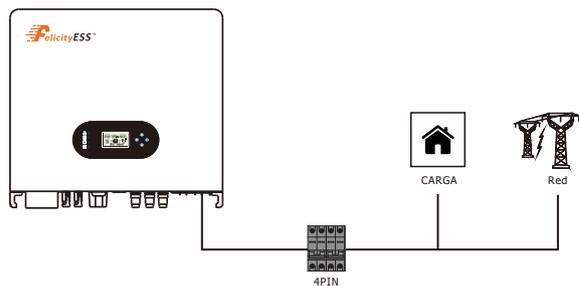

Figura 4.3-2 Conexión del interruptor de AC
1. En el lado de AC, el interruptor individual debe estar conectado entre el inversor y la red, pero antes de las cargas. Ver figura 4.3-2.